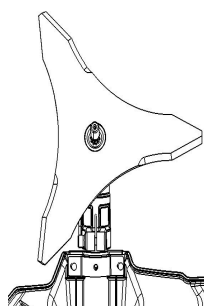

Fig.9
2. Alignez la lame sur la plaque de support, insérez la clé Allen #1 à l'intérieur du trou et placez la lame sur la plaque de support, alignez la bride, le bol glisseur et vissez l'écrou avec la clé hexagonale fournie dans le sens inverse des aiguilles d'une montre jusqu'au serrage complet (Fig.9&10&11)